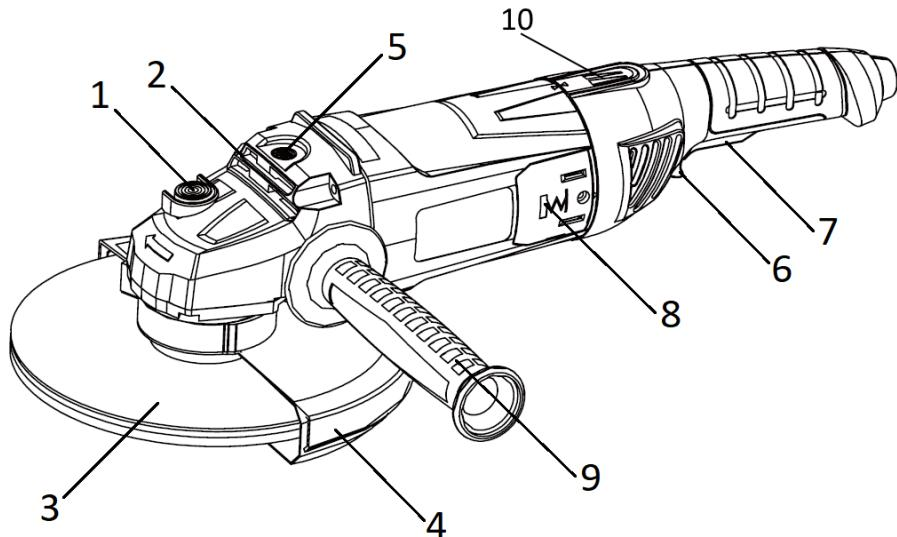

Рисунок 1
Зовнішній вигляд кутової шліфувальної машини електричної TAG-23/2900 показаний на рис. 1.
2.2.1 Конструкція виробу складається з одноступеневого редуктора з конічними шестернями в металевому корпусі (2), який приєднаний до пластикового несучого корпусу з колекторним двигуном змінного 1-фазного струму та поворотною основною рукояттю з кнопкою фіксатором 10, перемикачем (6), передньої рукоятки (9), мережевим шнуром живлення згідно з рис.1. Вихідний вал редуктора розташований перпендикулярно осі двигуна і є робочим шпинделем для пристрінення змінних насадок (абразивних дисків) (3) з фіксацією затискою гайкою, або накрученими на шпиндель. На металевому корпусі (2) виконані нарізні монтажні отвори (5) для встановлення передньої рукоятки, та хомутовим з'єднанням закріплений захисний кожух (4) з можливістю фіксованого позиціонування по колу. Для фіксації шпинделя під час зміни дисків (3) в корпусі редуктора (2) передбачений кнопковий фіксатор (1). Електрична частина виробу складається з колекторного однофазного електродвигуна змінного струму, вимикача електроструму, регулятора швидкості, з'єднувальних проводів і мережевого шнура. Захист від ураження електричним струмом користувача у виробу відповідає класу II за ДСТУ EN 61140:2015.